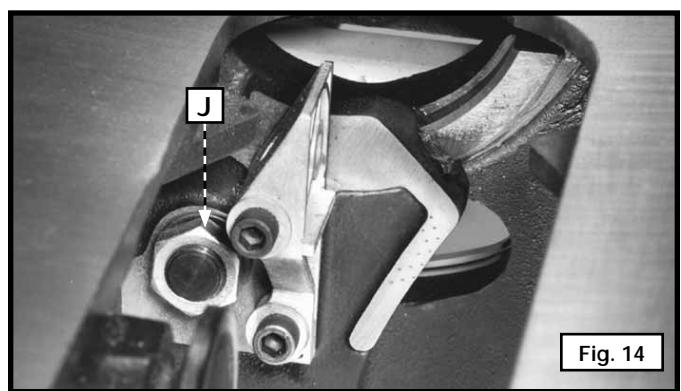
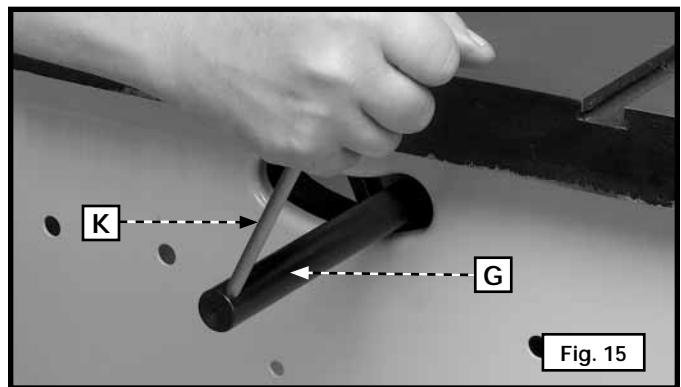

Fig. 14
Fig. 15
- Inserte la punta roscada de la varilla de soporte (G) Fig. 13, a través de la ranura en la parte posterior de la sierra y en el orificio del soporte giratorio trasero (H). Ajuste la varilla de soporte (G) al soporte giratorio con una arandela estrella y una tuerca de inmovilización hexagonal 5/8-18 (J) Fig. 14
NOTA: Enrosque la tuerca (J) Fig. 14, en las roscas de la varilla de soporte (G) manualmente lo más posible.
- Use una llave para sujetar la tuerca de inmovilización hexagonal 5/8-18 (J) Fig. 14. Ajuste la varilla (G) Fig. 15, con un destornillador pequeño (K) o un dispositivo similar a través del orificio en el extremo de la varilla.